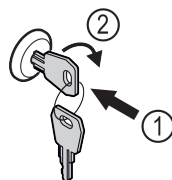

Fig. 67
- ▶ Insérer la clé Fig. 67 (1).
- ▶ Tourner la clé à 90° dans le sens horaire Fig. 67 (2).